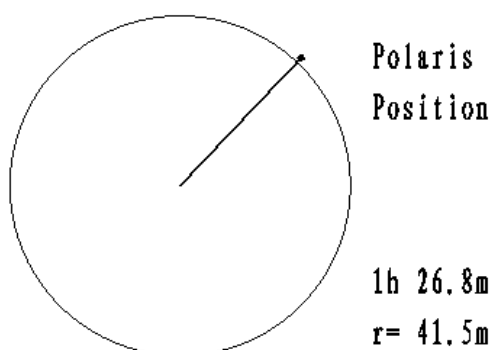

图9
5. 在控制手柄显示屏右上角显示“GPS OK”后，屏幕显示北极星（小熊 α ）在极轴镜分划板中的位置（已做大气蒙差修正）和参数(图 9)，（也可按控制手柄“MENU”键，选“Align”菜单中的“Polaris Align”项）。例如：时间 2010 年 5 月 30 日 20:00:00 地点（波士顿）西经 $71^{\circ}08'50''$ 北纬 $42^{\circ}30'32''$ 300min behind UT，北极星的位置参数是 1h 26.8m 和 41.5m。在南半球屏幕显示 sigma 南极星）